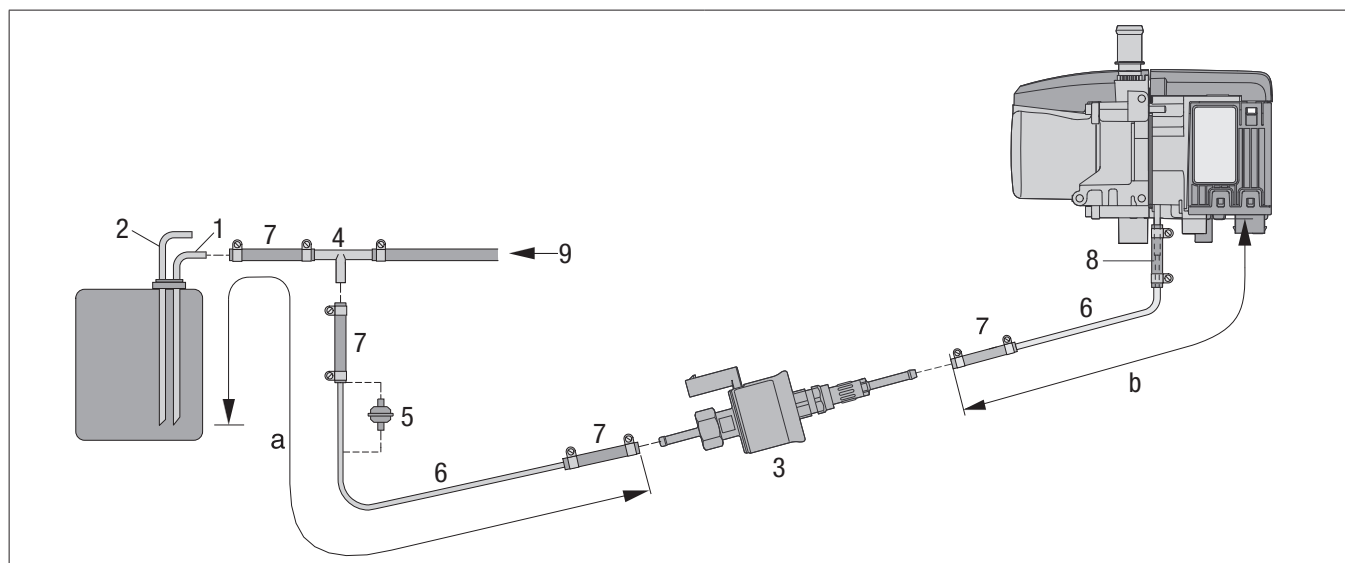

Figure 21
- Position de montage à privilégier : entre 15° et 35°, voir Figure 21.